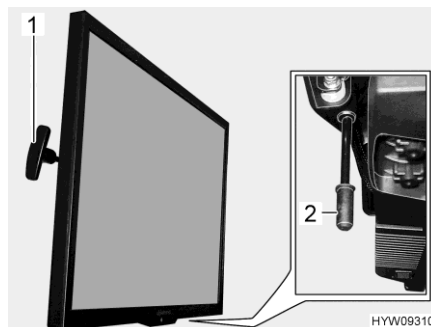

Fig. 69 Ecran plat
- Tirer la poignée (Fig. 69,1) et la maintenir tirée. L'écran plat est déverrouillé.
- Tirer la poignée (Fig. 69,2) vers le bas et le maintenir ainsi. L'écran plat est déverrouillé.